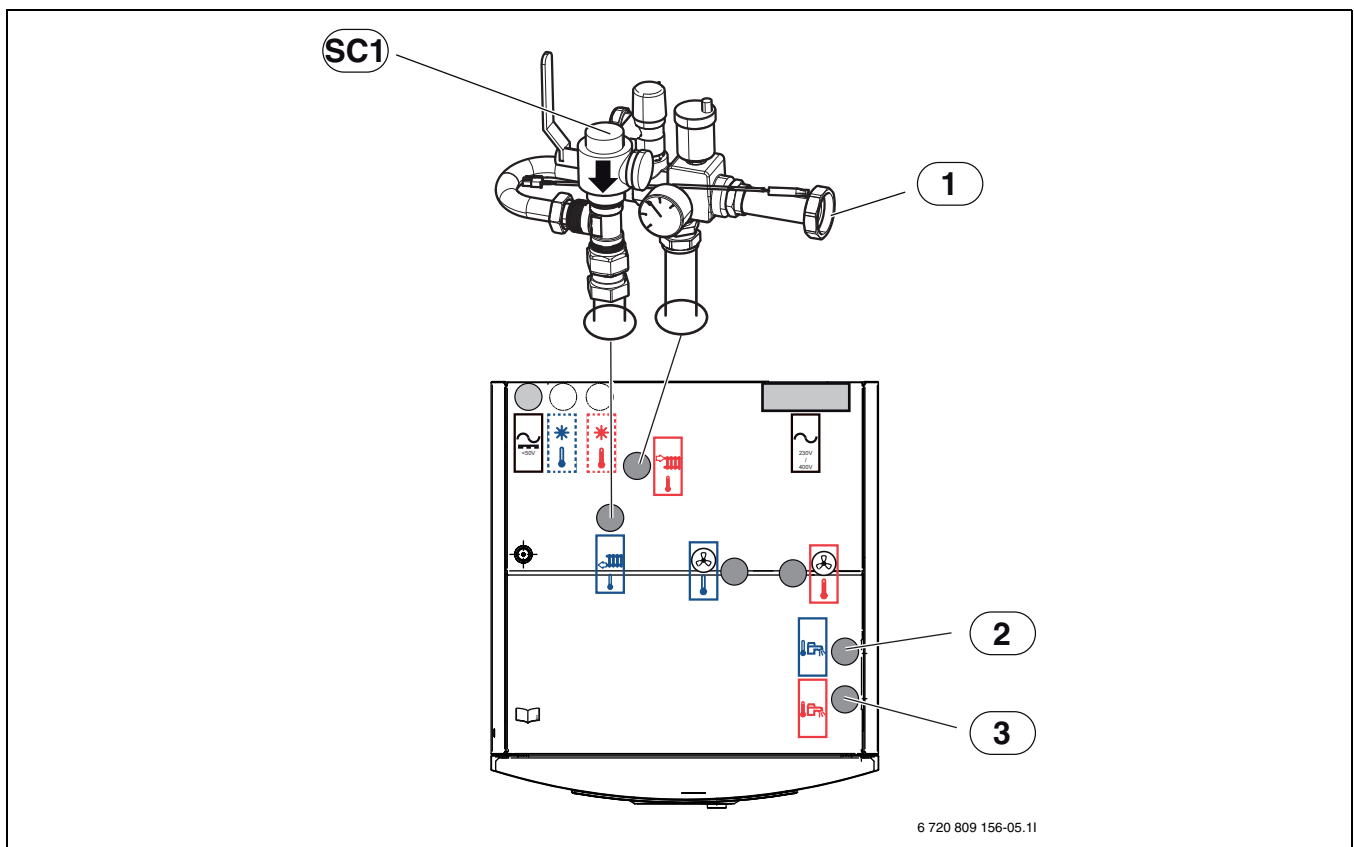

Fig. 11 Tilslutning af indeenhed til varmeanlæg og varmtvandsproduktion
- ▶ Varmeandlæggets cirkulationspumpe tilsluttes på [1], fig. 11.
- ▶ Varmeretur tilsluttes til partikelfiltret [SC1], fig. 11.
- ▶ Koldt vand tilsluttes til [2], fig. 11.
- ▶ Varmt vand tilsluttes til [3], fig. 11.